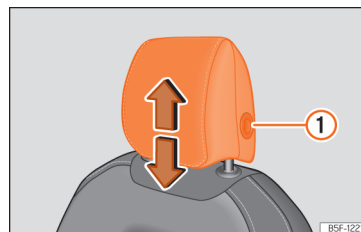
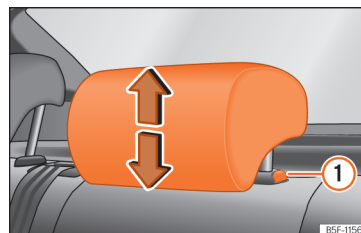

Abb. 96 Vordersitz: Kopfstützeinstellung.
Abb. 97 Kopfstütze hinten: Kopfstützeinstellung.
Sie zum Absenken auf gleiche Weise vor und drücken Sie die seitliche Taste ① »» (Abb. 96), »» (Abb. 97).